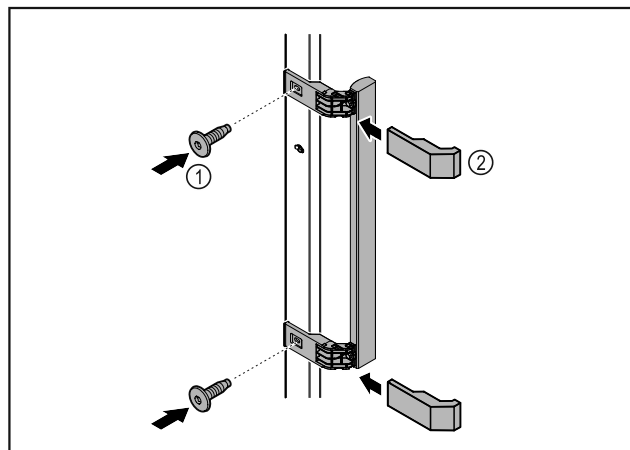

Fig. 48
- ▶ Szerelje fel az ajtóra a kilincset a csomagban található csavarok Fig. 48 (1) segítségével.
- ▶ Helyezze fel a fedelet Fig. 48 (2).